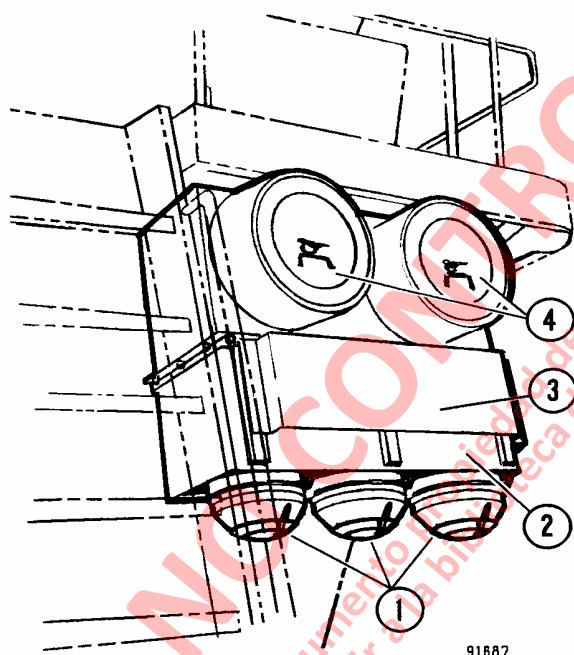
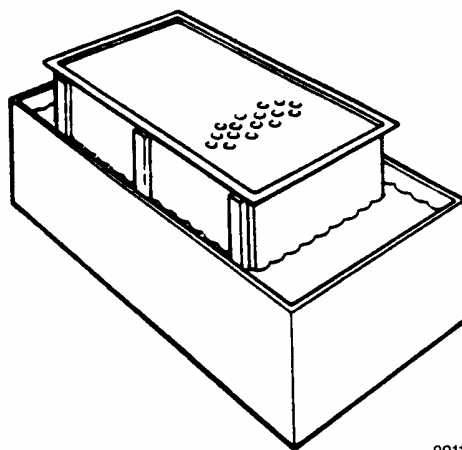

FIGURA 5-1. DEPURADORES DE AIRE DEL MOTOR
FIGURA 5-6. LAVADO Y REMOJO DE LA SECCION DE PREDEPURADOR
La demanda de aire del motor crea un vacío en los depuradores de aire y provoca que el aire exterior sea extraído a través de las entradas de aire en los depuradores de aire. El aire sucio que ingresa en este punto se extrae a través de una serie de tubos diseñados para producir una acción ciclónica. A medida que el aire pasa por la parte exterior de los tubos, se produce un movimiento circular que hace que las partículas de polvo y suciedad sean extraídas por el chorro de aire de los colectores de polvo (1, Figura 5-1). Al mismo tiempo, el chorro de aire gira y es dirigido a través del centro de los tubos en la cámara del filtro. En este punto, el aire pasa a través del elemento del filtro principal y del elemento del filtro de seguridad y envía el aire limpio al sistema de entrada de aire del motor. La función del filtro de seguridad es aumentar la confiabilidad y protección del motor.
1. Apague el motor. Limpie el polvo y la suciedad del área alrededor de la cubierta del elemento del depurador de aire (4, Figura 5-1).
1. Retire la cubierta de entrada de aire (3, Figura 5-1). Retire el accesorio de montaje que asegura la sección del predepurador al conjunto del depurador de aire. Retire la sección del predepurador. El elemento del filtro de seguridad debe permanecer en su lugar para proteger la entrada del motor.
2. Suelte las abrazaderas y retire el colector de polvo (1) desde la sección del predepurador. Lave el colector de polvo con una solución de agua y jabón líquido.
3. Sumerja la sección del predepurador en una solución de Donaldson D-1400 y agua tibia (ver Figura 5-6). Mezcle la solución de acuerdo a las instrucciones del envase. La sección del tubo debe estar hacia abajo. Remoje por 30 minutos, luego retire la sección del predepurador de la solución. Enjuague muy bien con agua fresca y seque con aire.